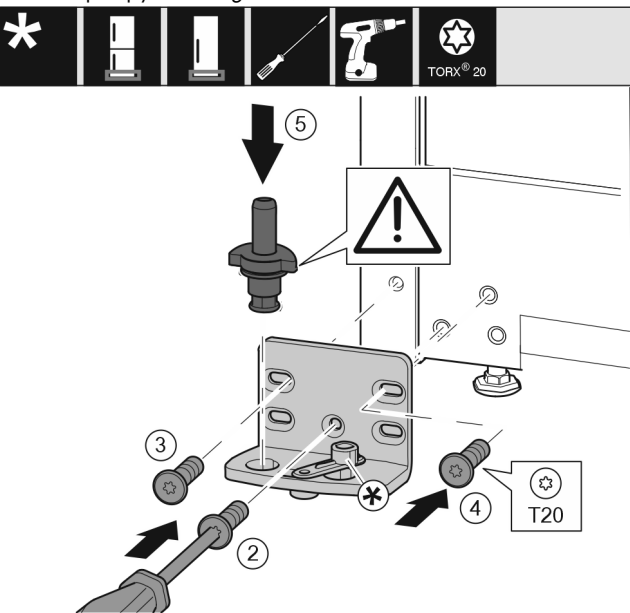

Fig. 19
- ▶ Установите опорный кронштейн с другой стороны и прикрутите с помощью отвертки T20. Начинайте с винта 2 снизу в центре. Fig. 19 (2)
- ▶ Затяните винты 3 и 4. Fig. 19 (3,4)
- ▶ Установите опорный палец в сборе. При этом следите за тем, чтобы выступ фиксатора был направлен назад. Fig. 19 (5)